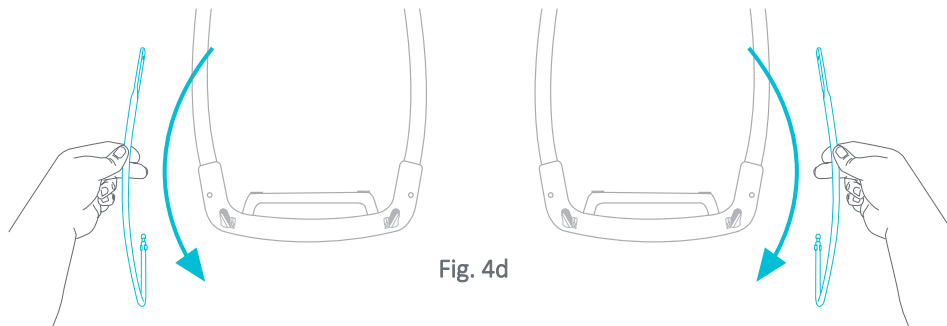

Fig. 4d
**NOTA:** Los cables del marco base deben estar curvado hacia adentro hacia la base para una correcta instalación (Fig. 4d).